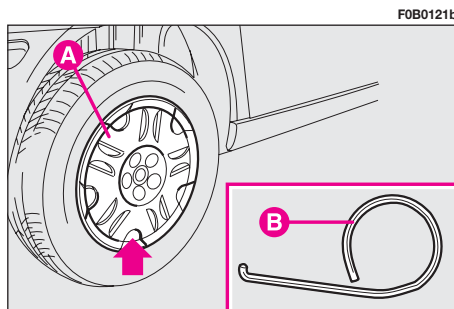

fig. 6
11) Enlever l'enjoliveur **A**-fig. 6 (pour les versions avec jantes en acier) ou le carter du chapeau de roue (pour les versions avec jantes en alliage) monté à pression, en utilisant l'outil **B** remis avec la voiture et situé dans le boîtier du cric.